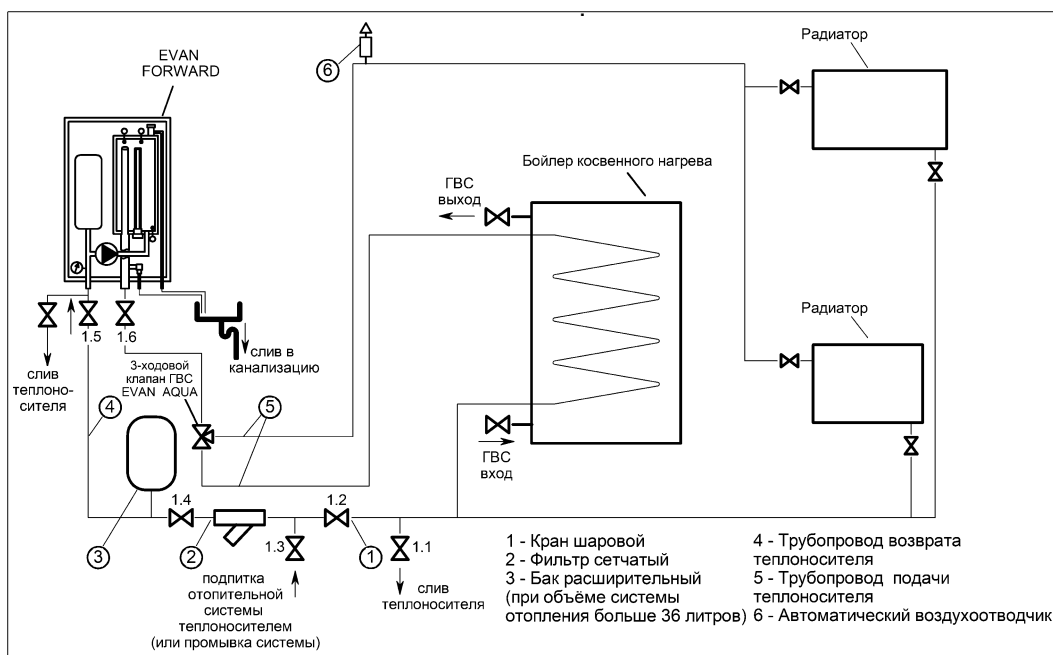

Рисунок 4. Типовая гидравлическая схема системы отопления
**4.2.2** . Рекомендуемая типовая гидравлическая схема приведена на рис. 4. В системе отопления должны быть обязательно установлены:
**5.2.2** Описание действий в п.5.2, п.5.3, п.5.4 выполнено по типовой гидравлической схеме приведённой на рис. 4.